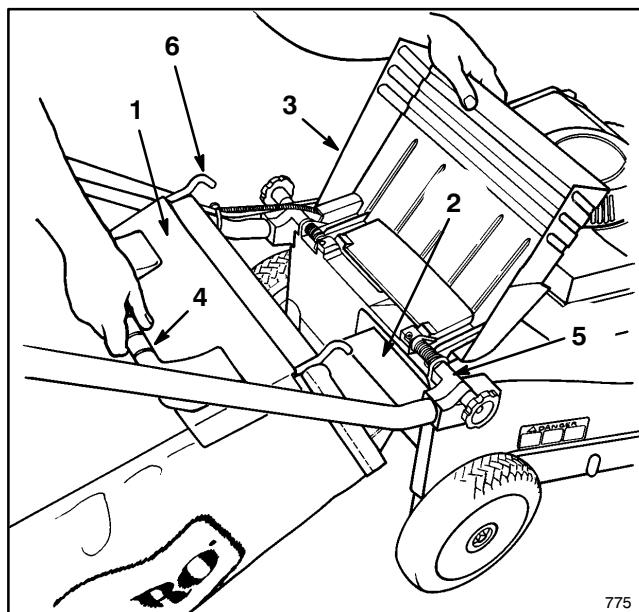
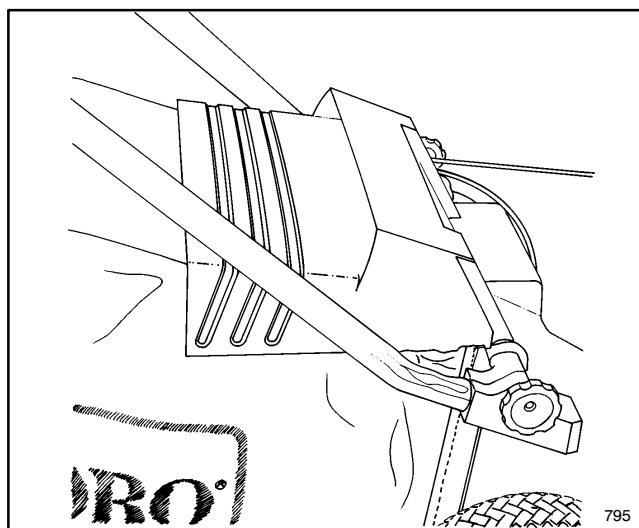

Figure 12
Figure 13
2. INSTALLATION DU SAC — Soulever le volet d'éjection, glisser le rail attaché au sac dans l'ouverture d'éjection et accrocher le cadre du sac sur la portion arrondie des supports de montage (fig. 12). Laisser le volet d'éjection reposer sur le dessus du sac (fig. 13).